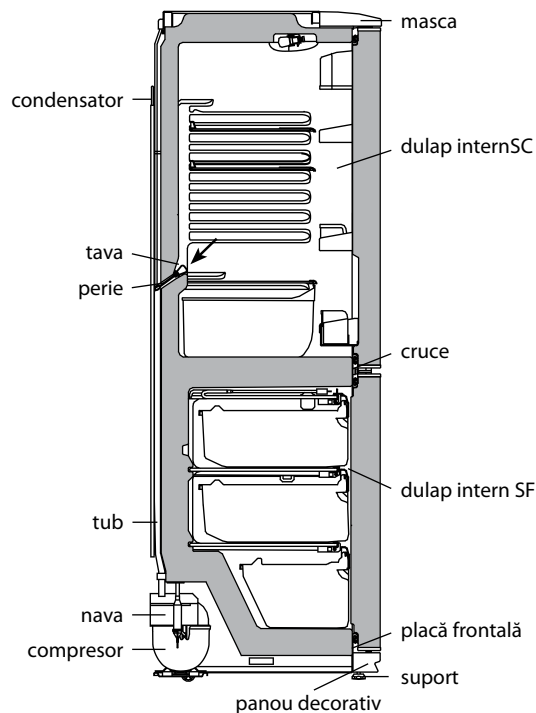

Figura 4 – Schema de eliminare a apei topite din SF
care apare pe peretele din spate a SF, se topește în ciclu de dezghețare la deconectarea compresorului și se transformă în picături de apă. Picăturile de apă topită se scurg în vas și prin gaură în tavă patrund în țeavă navei pe compresor, în conformitate cu figura 4 unde și se evaporă. În gaura tavii este instalată o perie pentru a preveni înfundarea sistemului de evaporare.
Prezența apei în tava indică la blocarea posibilă a scurgerii apei. Pentru a elimina contaminarea trebuie a curăța cu peria gaura în tava, astfel că apa să se scurgă fără obstacole un vas, se spală peria și se instalează în conformitate cu figura 4.
**ATENȚIE!** Apa, care a apărut la partea de jos a SF poate trece în interiorul secției și poate provoca coroziunea dulapului în conformitate cu figura 4 și să conducă la esirea din funcție a frigiderului.